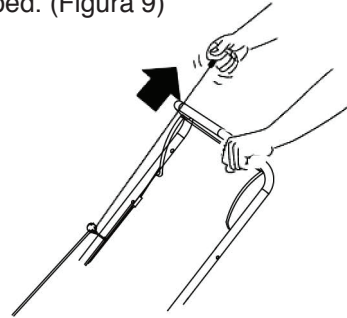

Figura 9
3. Sostenga la barra de control de la hoja y luego jale el comienzo del tirón para arrancar el cortacésped. (Figura 9)